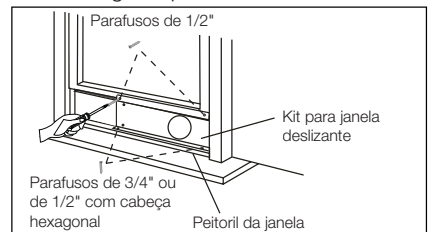

Fig. 15
3. Feche a janela e ajuste-a com firmeza ao kit para janela deslizante. (Fig. 15)
4. Utilize dois parafusos de 1/2" para fixar o kit para janela deslizante à janela. (Fig. 15)
5. Fixe o kit para janela deslizante no peitoril da janela (Fig. 15):